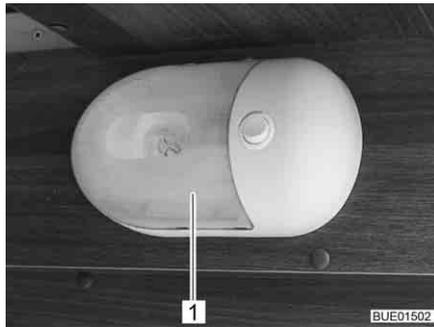

Fig. 274 Luminaire apparent
- Presser le couvercle transparent (Fig. 274,1) avec précaution des deux côtés, l'éloigner légèrement du commutateur et le retirer par l'avant.